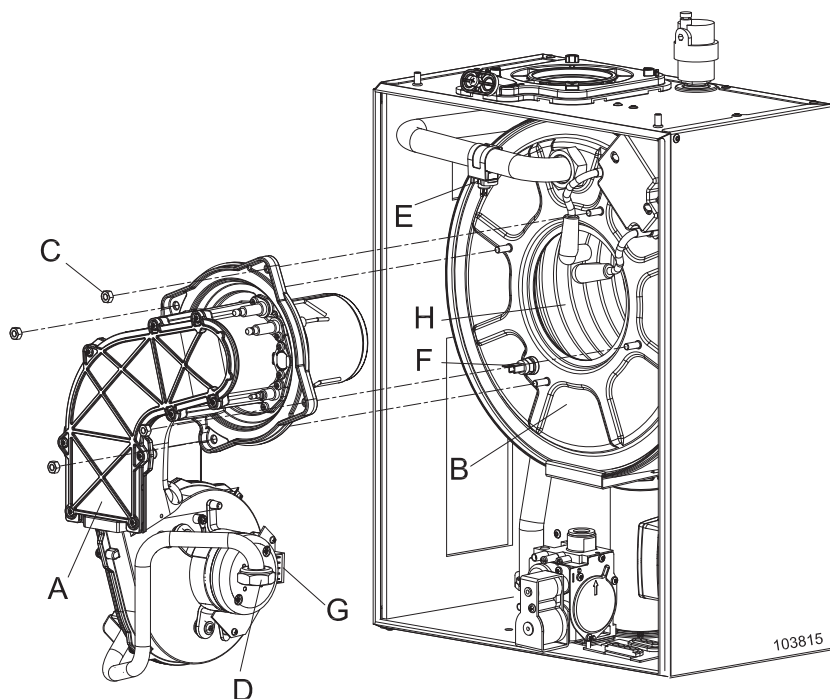

Figura 8-3- Smontaggio gruppo ventilatore-bruciatore
- 5.- scollegare il cavo dal sensore di sicurezza "F" (vedi figura 8-3);
Per eseguire una corretta pulizia del bruciatore e del corpo scambiatore (lato fumi), procedere come di seguito (quando non diversamente specificato fare riferimento a figura 8-3):